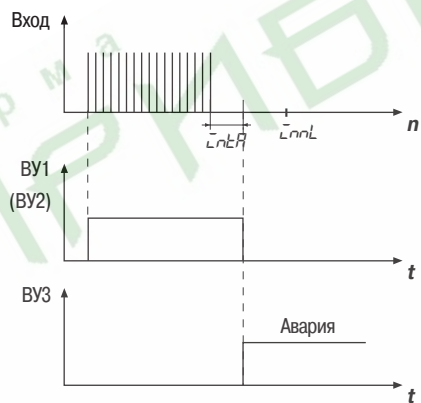

Рис. 10
- заклинивание вала электропривода произошло до достижения конечного положения – значение счетчика не достигло заданного в параметре L_{nnL} значения, а период следования импульсов, установленный в параметре L_{nPP} , превышен (рис. 10);